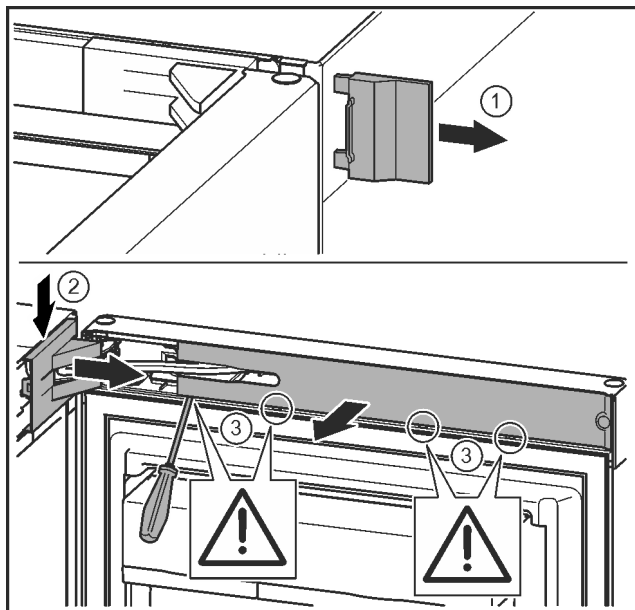

Fig. 7
- ▶ 取下外盖。Fig. 7 (1)
- ▶ 拆卸并松开托架盖。取下托架盖。Fig. 7 (2)
- ▶ 使用带槽螺丝刀松开隔板并把它转到一边。Fig. 7 (3)